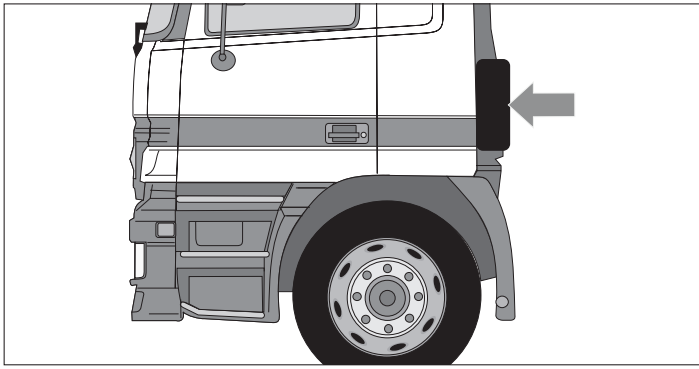

Abb. 3 Einbaubeispiel
- Die Montage ist nur an der Außenseite von Fahrzeugaufbauten zugelassen (z. B. an der Rückwand der Fahrerkabine, siehe Abb. 3).